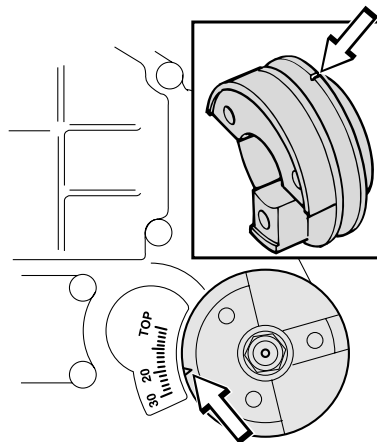

Fig. 90 Repère sur la poulie et le bloc-moteur
5. Continuer de tourner le vilebrequin lentement dans le sens d'horloge pour que le carburant s'arrête de couler du porte-soupape de refoulement. Vérifier la position du vilebrequin par rapport aux repères sur la poulie et le bloc-moteur à cet instant. Voir la figure 90.